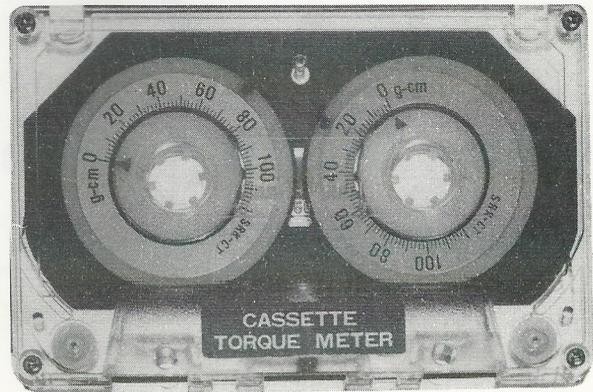

Fig. 22
3. Friction coupling 57, Fig. 22
3. Friktekoppeling 57, Fig. 22
3. Couple de friction 57, Fig. 22
3. Rutschkupplung 57 (Abb. 22)